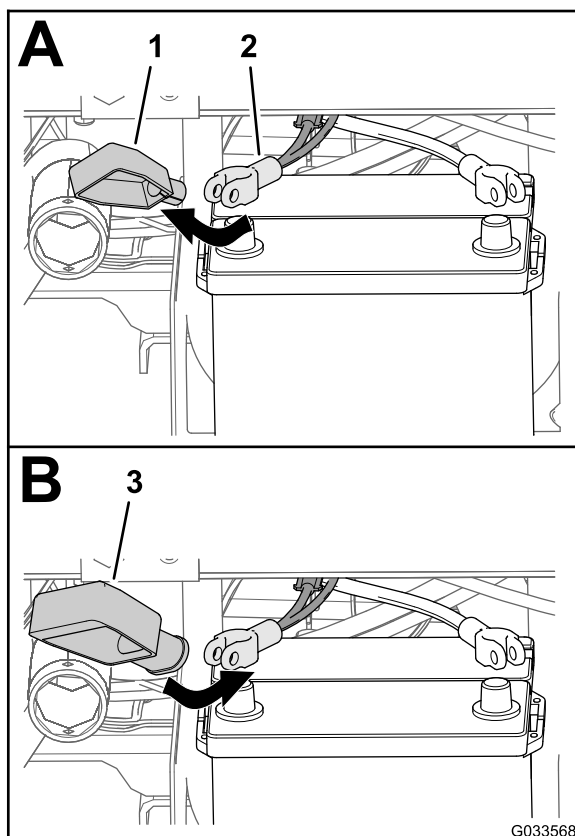

Рисунок 28
2. Снимите крышку (узкую) с положительного кабеля аккумуляторной батареи (Рисунок 28).
3. Установите широкую крышку аккумуляторной батареи на положительный кабель аккумуляторной батареи, как показано на Рисунок 28.